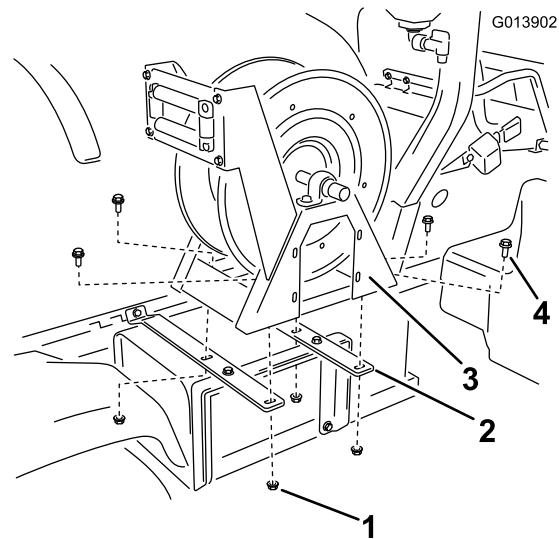

Bild 10
5. Montieren Sie den Schlauchwagen (Bild 10) mit 4 Bundbolzen ((3/8 x 1 Zoll)) und zwei Bundmutter ((3/8 Zoll)) an den Schlauchwagenriemen.